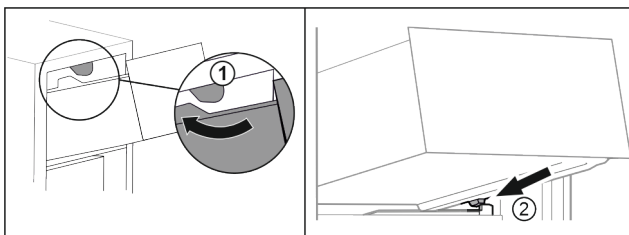

Fig. 23
- ▶ Обведите выдвижной ящик вокруг верхнего стопора. Fig. 23 (1)
- ▶ Наклоняя вниз, установите выдвижной ящик за нижние стопоры на контейнерное ребро. Fig. 23 (2)